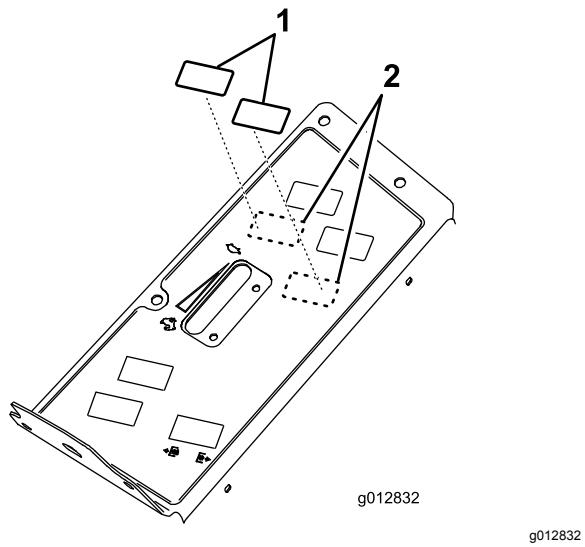

Figura 28
- Retire los 2 tapones de la parte superior del panel de control y retírelos (Figura 28).